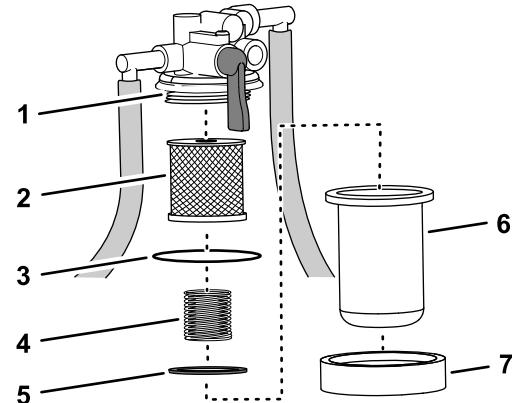

図 71
3. 燃料フィルタボウルの下に回収容器を置き、ボウルのナットを外してフィルタヘッドからボウルを外す図 71。
2. フィルタヘッドにエレメントを取り付ける図 71 フィルタ・エレメントの取り外し (ページ 51) を参照。
3. スプリングとフロートをボウルに組み付ける図 71 フィルタ・エレメントの取り外し (ページ 51) を参照。
4. フィルタヘッドにボウルとナットを取り付けてナットを手締めする図 71 フィルタ・エレメントの取り外し (ページ 51) を参照。